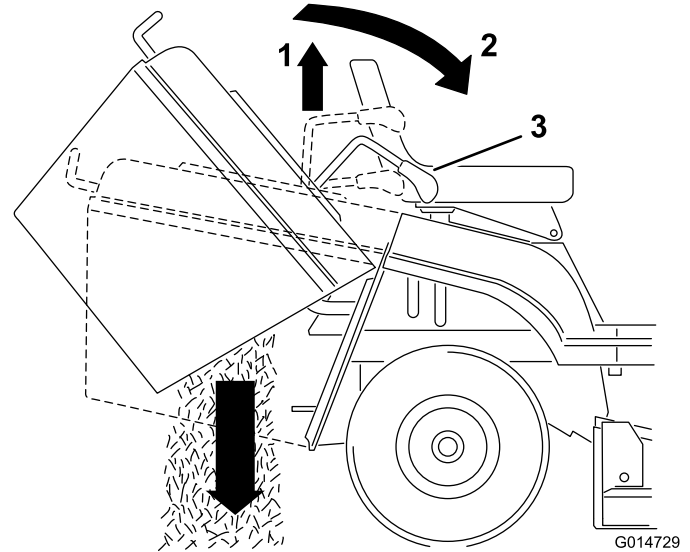

Figura 17
2. Tire de la palanca telescópica de volteo y empújela hacia adelante y hacia abajo para voltear el recogehierbas (Figura 17).